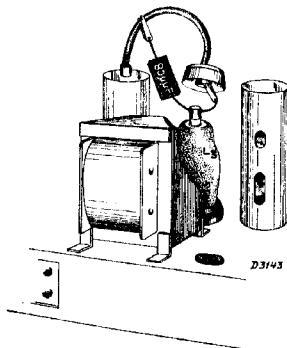

Fig. 2
12. 2e M.F.-kring verstemmen door een condensator van 80 $\mu\mu\text{F}$ te schakelen tussen het stuurrooster van L3 en het chassis (fig. 2).